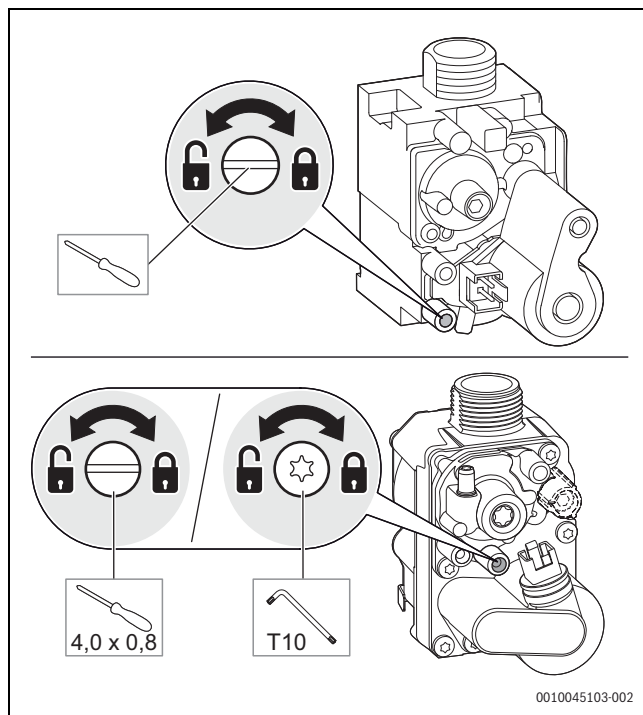

Fig. 42 Medir la presión de la conexión del gas
- Aflojar 2 vueltas el tornillo de la boquilla de medición para la presión de conexión del gas (→ fig. 42).